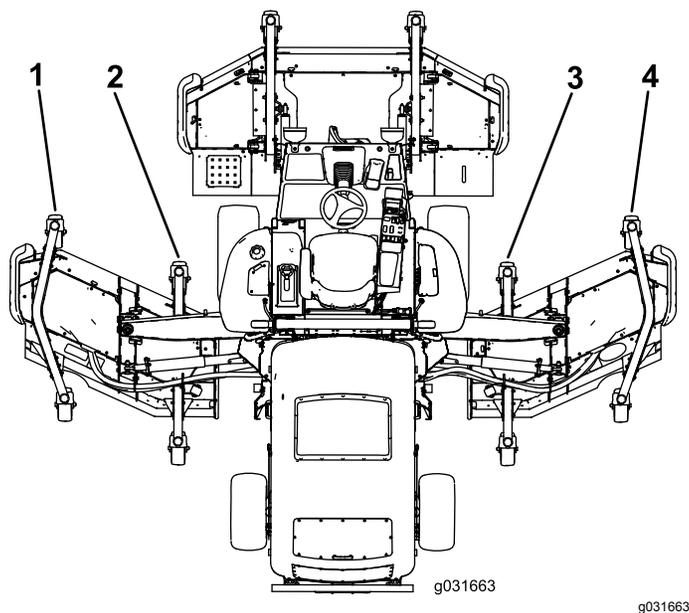

Figure 27
- Si le bord intérieur du plateau de coupe latéral est trop élevé par rapport au bord extérieur du plateau de coupe avant, retirez une cale au bas du bras pivotant intérieur avant du plateau latéral (Figure 26 et Figure 27).
- Si le bord intérieur est encore trop élevé, retirez une cale supplémentaire au bas du bras pivotant intérieur avant et une cale du bras pivotant extérieur avant du plateau de coupe latéral (Figure 26 et Figure 27).
- Si le bord intérieur du plateau de coupe latéral est trop bas par rapport au bord extérieur du plateau de coupe avant, ajoutez 1 cale au bas du bras pivotant intérieur avant du plateau latéral (Figure 26 et Figure 27).